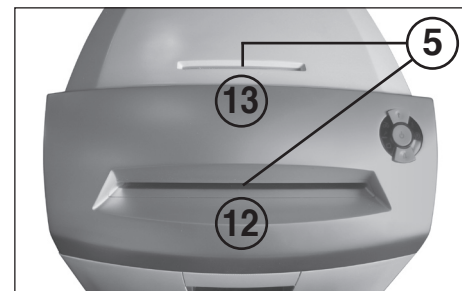

Рис. 3
#### 5 = Световой затвор (движение вперед) (рис. 3)
#### 12 = Шахта для ввода бумаги (рис. 3)
#### 13 = Защищенная входная шахта (рис. 3)
**Бумага** подводится к режущему устройству через шахту (12, рис. 3) для ввода бумаги.
Другие носители информации (CD, DVD или кредитные карточки) вводятся по одному в отдельную защищенную шахту (13, рис. 3).